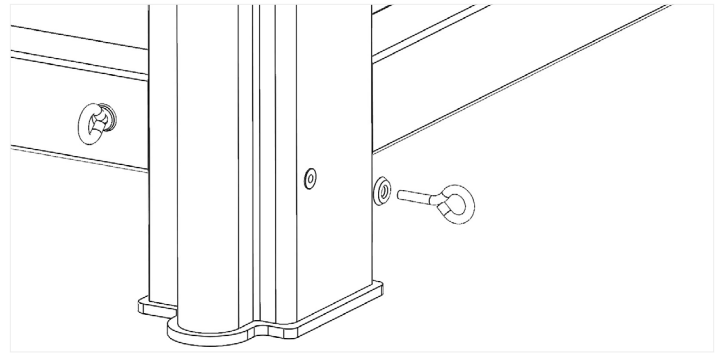

Abb. 2: Ösenbolzen und Abschlusscheibe
- Bitte beachten Sie, dass dieser Rahmen sehr schwer ist. Es wird empfohlen, dass mindestens (2) Personen den Trapezstisch heben und bewegen.
- Nehmen Sie die mitgelieferten Ösenbolzen und Abschlusscheibe und montieren Sie sie wie abgebildet in den Beinen, eine pro Bein des Fußendes. Drehen Sie die Ringschrauben im Uhrzeigersinn fest. Sobald die Ringschrauben fest sitzen, ziehen Sie noch etwas mehr an, bis sie vertikal ausgerichtet sind. Siehe Abb. 2